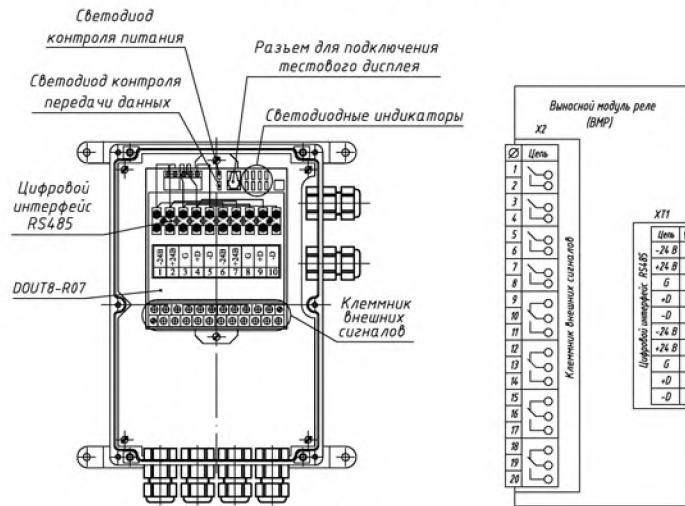

Рис. 2
На модуле дискретного вывода DOUT8-R07 установлены 8 светодиодных индикаторов (рис.2). Индикатор светится, когда состояние соответствующего вывода принимает значение ON. Реле при этом включено.
- Подключить кабель к разъему (XT1), установленному на корпусе модуля DOUT8-R07 в соответствии со схемой рис.2.